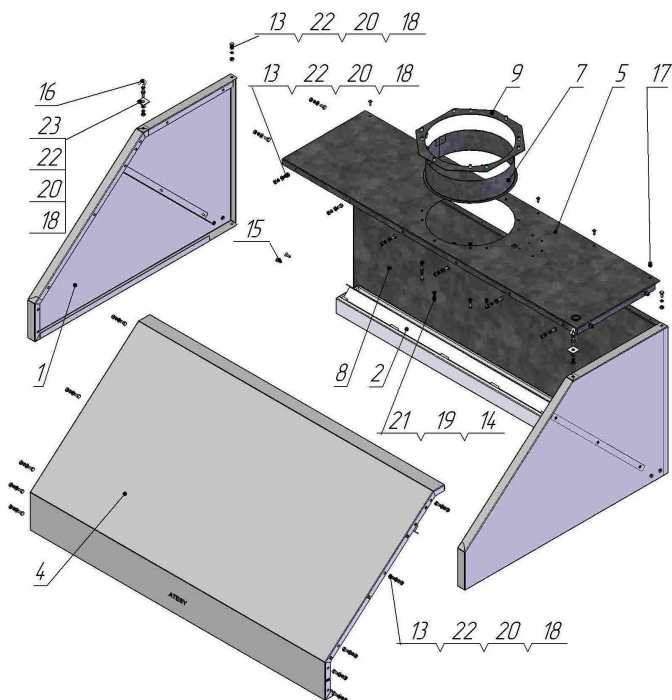

Рис.1
4.5.2. На два крючка поз.16 (Рис. 1) накрутить гайки поз.18 на расстояние ~ 30 мм от конца стержня. Взять боковину поз.1 и вставить крючок с гайкой в отверстие, закрепить комплектом крепежа поз.23\*, поз.22, поз.20, поз.18. Аналогично установить крючок на второй боковине.
Крепёж не затягивать. Вставить жиросборник поз.2 между боковинами, как показано на Рис.1, и закрепить винтами поз.15, с обеих сторон. Крепёж не затягивать. Крышку в сборе установить на собранный каркас соединить с боковинами поз.1 и закрепить комплектом крепежа поз.13, поз.20, поз.22, поз.18. Крепление к стенке задней поз.8 произвести крепежом поз.17. Затянуть весь крепёж.